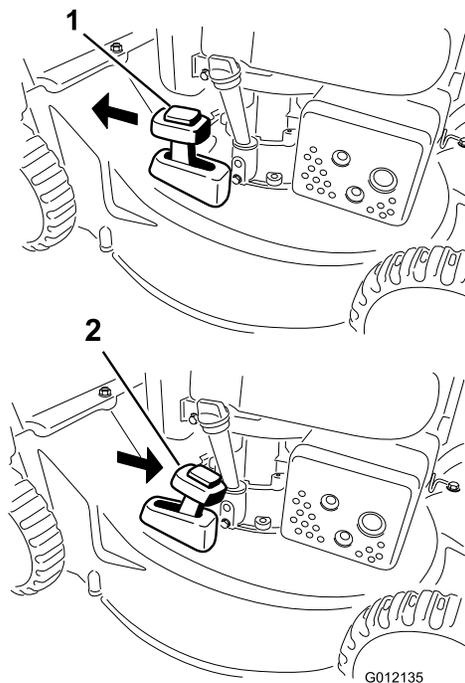

Bild 16
2. Drücken Sie die Taste oben am Hebel für Recycler/Fangkorb und schieben Sie den Hebel auf **Recycler** (nur Modell 20836) (Bild 16).
2. Hängen Sie den Fangkorb ein, wenn Sie das Schnittgut sammeln möchten (siehe Einsetzen des Fangkorbs⁴). Drücken Sie die Taste oben am Hebel für Recycler/Fangkorb und schieben Sie den Hebel auf **Fangkorb** (nur Modell 20836) (Bild 16).
Hinweis: Der Hebel für den Recycler/Fangkorb sollte in der Stellung **Fangkorb** (Bild 16) stehen.